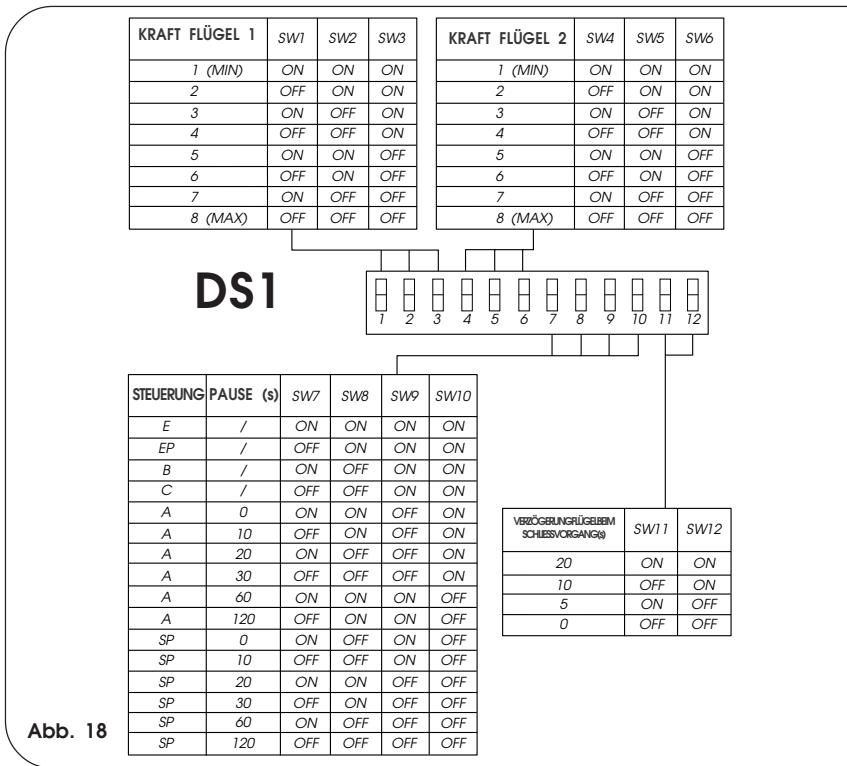
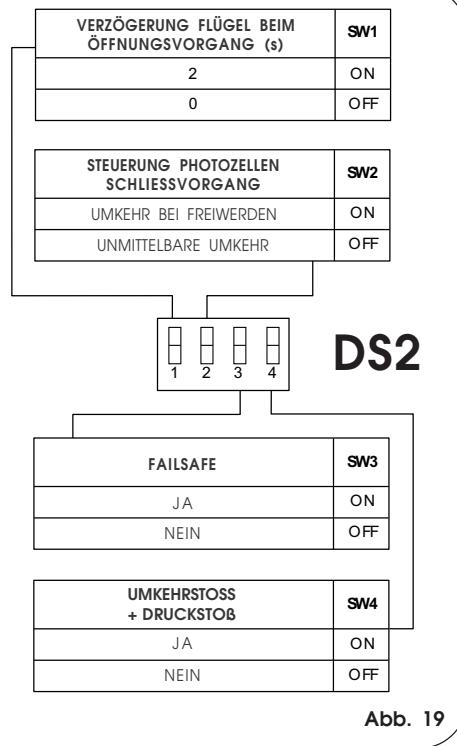

Abb. 18
Abb. 19
Das Gerät ist mit zwei Gruppen von Mikroschaltern ausgestattet: DS1 (Abb. 18) und DS2 (Abb. 19). Diese ermöglichen die Programmierung der Betriebsparameter des Tors.
5.1. MIKROSCHALTER DS1 (Abb. 18)
5.2. MIKROSCHALTER DS2 (Abb. 19)